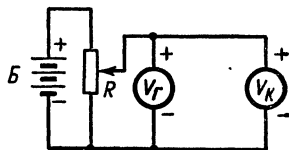

Рис. 245. Схема соединения приборов для градуировки.
Для градуировки шкалы постоянных напряжений самодельный вольтметр (V_r) и контрольный (V_k) соедини параллельно, как показано на рис. 245. На обоих вольтметрах установи одинаковые пределы измерений. Присоедини к ним через переменный резистор (R) сопротивлением 3—6 ком, включенный потенциометром, источник постоянного тока, дающий напряжение несколько большее, чем напряжение данного предела измерений, например, 12 в для 10-вольтовой шкалы. По-
Переключатель установи в положение предела измерений 0—0,5 в, снова сбалансируй мост и подай на вход вольтметра точно 0,5 в постоянного напряжения (например, от батареи КБС-Л-0,50 через делитель напряжения — как в схеме на рис. 245), контролируя его по образцовому вольтметру. После этого, подбирая номинал резистора R_1 , добейся, чтобы стрелка микроамперметра при таком входном напряжении отклонялась точно до последнего деления шкалы. Если стрелка не доходит до конца шкалы, сопротивление этого резистора должно быть меньше, а если стрелка «зашкаливает», то больше.